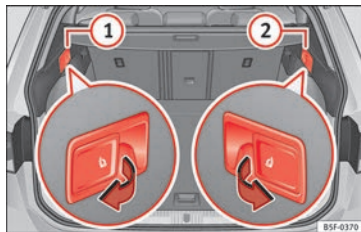

Fig. 153 Dans le coffre à bagages : leviers de déverrouillage à distance des parties gauche (1) et droite (2) de la banquette arrière.
- Tirez le levier de déverrouillage à distance de la partie gauche » **fig. 153** (1) ou droite (2) du dossier dans le sens de la flèche. La partie débloquée du dossier arrière se rabat automatiquement vers l'avant.